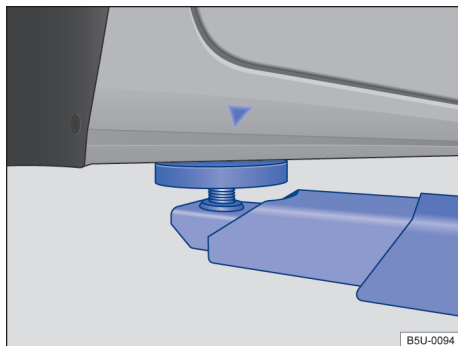
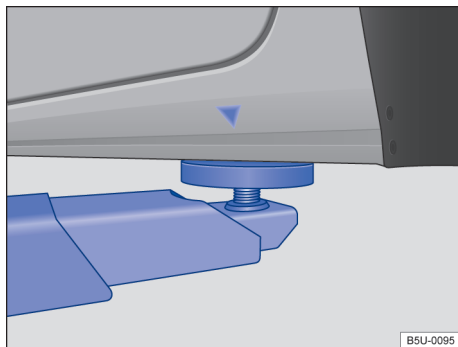

Fig. 146 Pontos de apoio dianteiros para a suspensão com plataforma elevatória ou com macaco.
Fig. 147 Pontos de apoio traseiros para a suspensão com plataforma elevatória ou com macaco.
O veículo deve ser suspenso somente pelos pontos indicados nas figuras → Fig. 146 e → Fig. 147. Se o veículo não for suspenso pelos pontos indicados, podem ocorrer danos no veículo → ⓘ e ferimentos graves → ⚠.
- Suspender o veículo somente pelos pontos indicados nas figuras → Fig. 146 e → Fig. 147. Se o veículo não for suspenso pelos pontos indicados, o veículo poderá cair da plataforma elevatória quando, por exemplo, o motor ou a suspensão for desmontado.